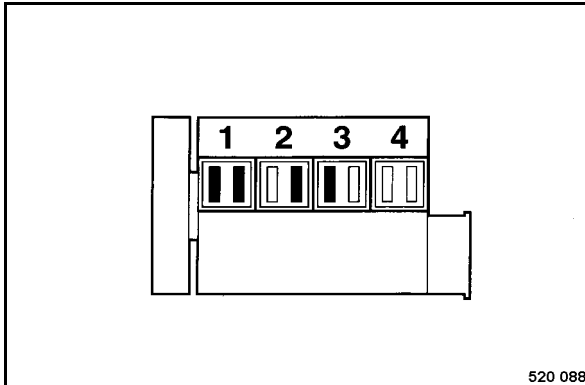

Fig. 167
- A l'aide du démarreur, virer le moteur jusqu'à ce que les deux soupapes du cylindre 4 (Fig. 167) se "recourent" (tour complet du vilebrequin, 360°).
Les soupapes repérées en noir (Fig. 167) peuvent être contrôlées et réglées.